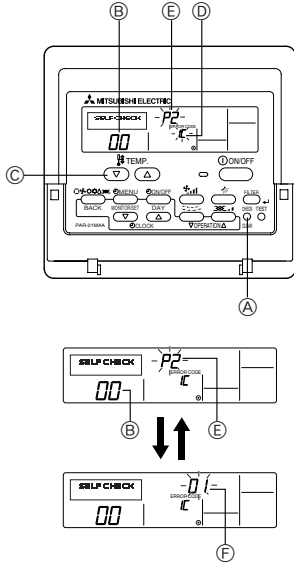

Fig. 7-2
7.3. Otomatik kontrol (Fig. 7-2)